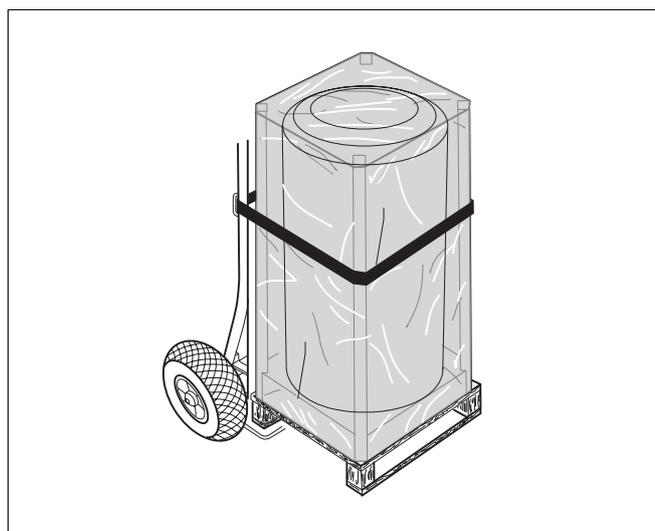

Abb. 3 Warmwasserspeicher mit dem Kesselkuli transportieren
- Kesselkuli (Abb. 3, **Pos. 1**) an die Rückseite des verpackten Warmwasserspeichers (Abb. 3, **Pos. 2**) stellen.